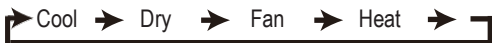

Figura 3.5
2) Pressione  de cada vez para alterar o modo de funcionamento, de acordo com a ordem apresentada na Figura 3.5.